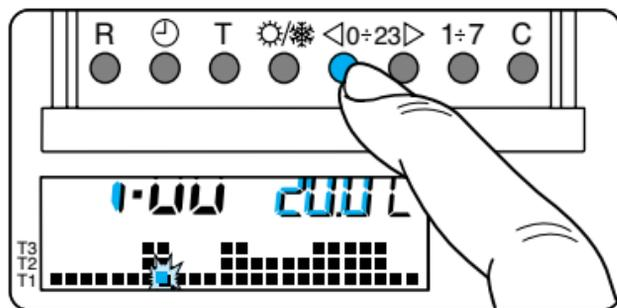

Fig. 36
8.3 - Tramite i pulsanti $\langle 0 \div 23 \rangle$ spostare il segmento lampeggiante ☼ alle ore 0 sul grafico del programma giornaliero (fig. 36).